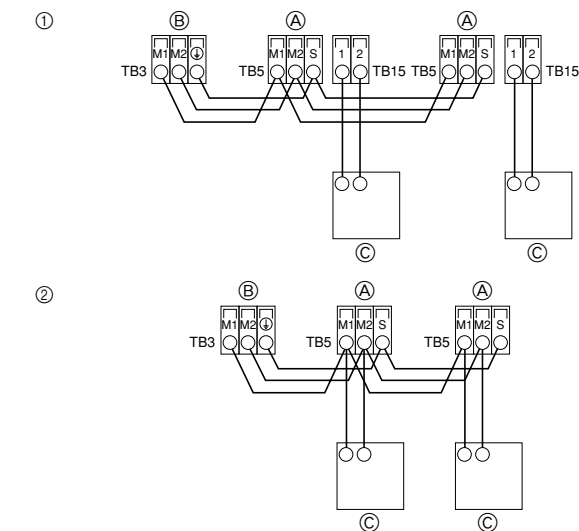

Fig. 4-2
4.2. 接驳遥控器、室内和室外传送电缆 (Fig. 4-2)
- ① MA遥控器
- ② M-NET遥控器